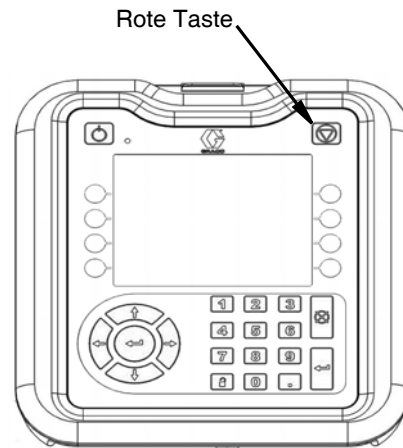

ABB. 19
3. Das ADM durch Drücken der roten Taste oben rechts deaktivieren. Siehe ABB. 19.